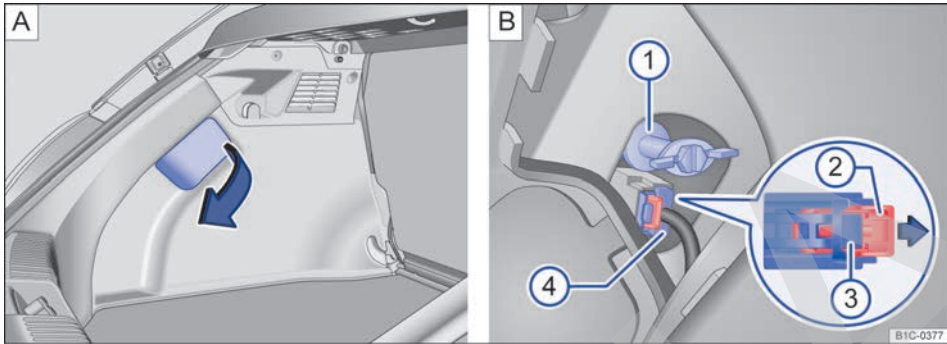

Fig. 190 A: apertura de la tapa del guarnecido lateral trasero del maletero. B: desmontaje del grupo óptico trasero.
4.	Abra la tapa del guarnecido lateral trasero → fig. 190 A.
5.	Tire del fijador rojo → fig. 190 B ② en el sentido de la flecha para desbloquear el bloqueo del conector → fig. 190 B ④.
6.	Comprima el bloqueo del conector → fig. 190 B ③ y desacople el conector → fig. 190 B ④.
7.	Desenrosque el tornillo de fijación del grupo óptico trasero → fig. 190 B ① y extraiga el grupo óptico de la carrocería hacia atrás con cuidado.
13.	Con una mano sostenga el grupo óptico en la posición de montaje y con la otra apriete el tornillo de fijación → fig. 190 B ①.
15.	Acople el conector → fig. 190 B ④ al portalámparas y presione el fiador rojo → fig. 190 B ② en el sentido contrario al de la flecha.